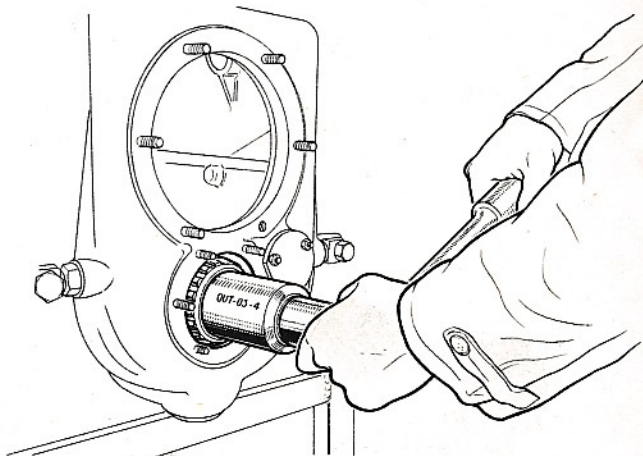

Fig. 25
- Placer la rondelle d'appui du roulement AR, fixer la vis de l'extracteur NADO à l'extrémité de l'arbre puis emmancher le roulement en utilisant le manchon OUT. 03-4, (fig. 25).